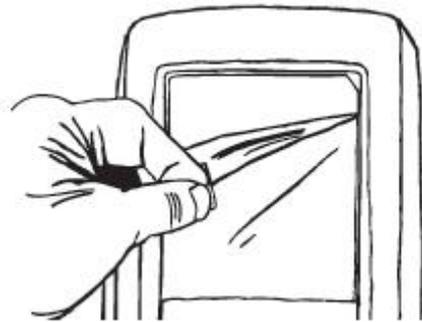

图 M-3
- 将 Tab 2 向后剥离，以删除背景，这也将删除对齐工具(参见图 M-3)。屏幕保护膜现在到位。